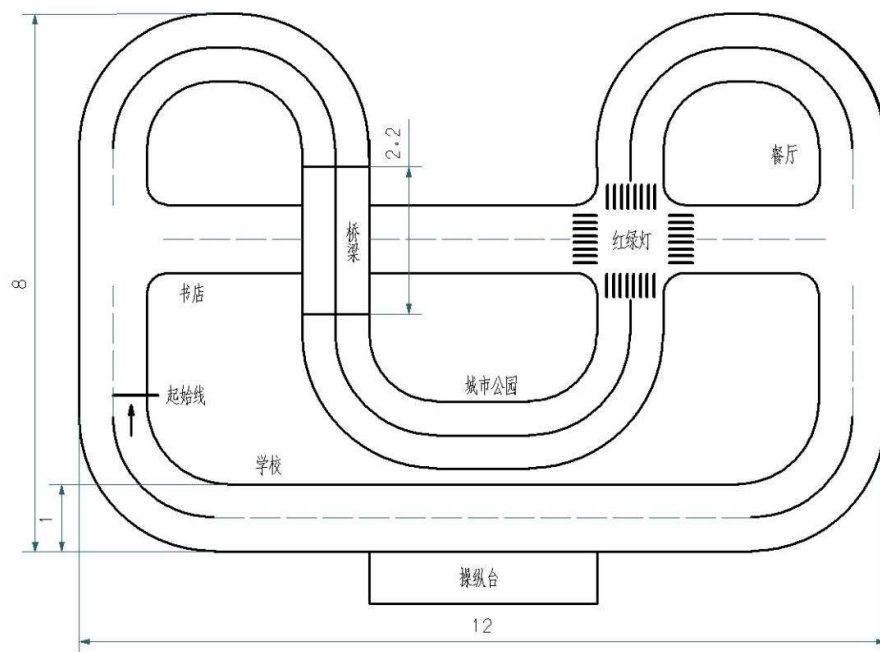

图 3 车辆模型运动水平七级实操测试场地
7.2.4.2 行驶场地如图 3 所示，红绿灯每 3s~5s 变灯一次，桥洞最高处为 165 mm，场地及围挡可以通过划线及低成本方式布置。